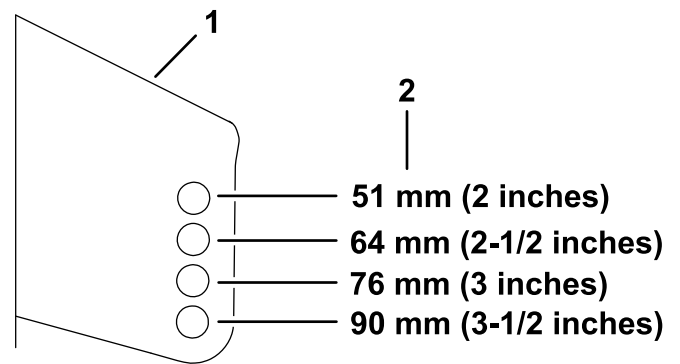

Figure 31
5. Placez les galets dans l'une des positions indiquées à la Figure 31.